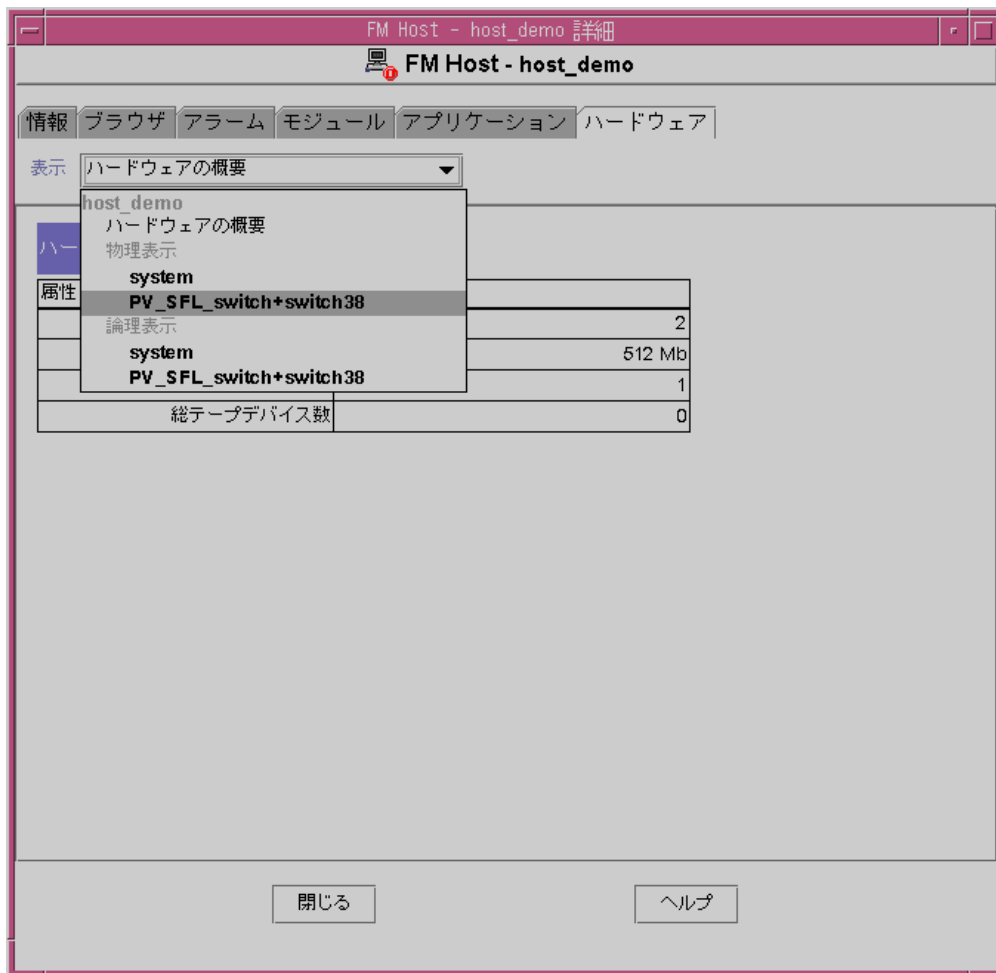

図 9-13 ハードウェアの詳細ウィンドウに含まれるハードウェア構成要素の概要一覧
2. 「表示」プルダウンメニューの「物理表示」または「論理表示」のどちらかの項目を選択します。図 9-13 を参照してください。